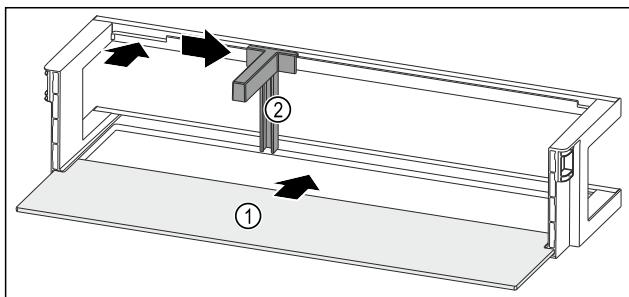

Fig. 123 Balconnet de contre-porte avec tablette de rangement
- ▶ Insérer la tablette de rangement Fig. 123 (1) dans les évidements latéraux.
- ▶ Insérer le porte-bouteilles Fig. 123 (2) dans l'évidement.
- ▶ Pousser le porte-bouteilles Fig. 123 (2) sur le côté en position souhaitée.